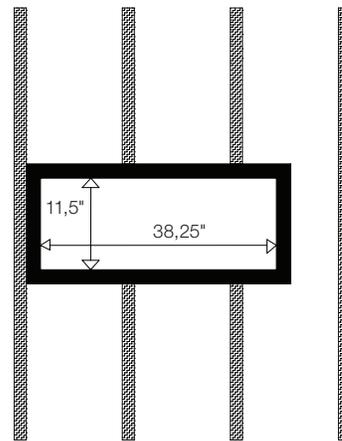

Figura 16
3. Usando perfis 2 x 6, crie um quadro com dimensões internas de 38,25" x 11,5" (971,6 mm x 292,1 mm) (Figura 16). Fixe aos suportes existentes com pregos ou parafusos de madeira.